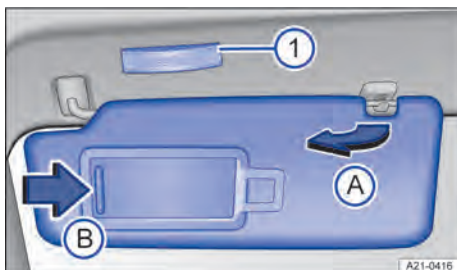

Fig. 87 No revestimento do teto dianteiro: para-sol.
2. Desencaixar do suporte e rebater na direção das portas → Fig. 87 A.
1. Empurrar a cobertura no sentido da seta → Fig. 87 B.
A lanterna → Fig. 87 ① se apaga quando a cobertura do espelho de cortesia for fechada ou o para-sol for virado para cima.